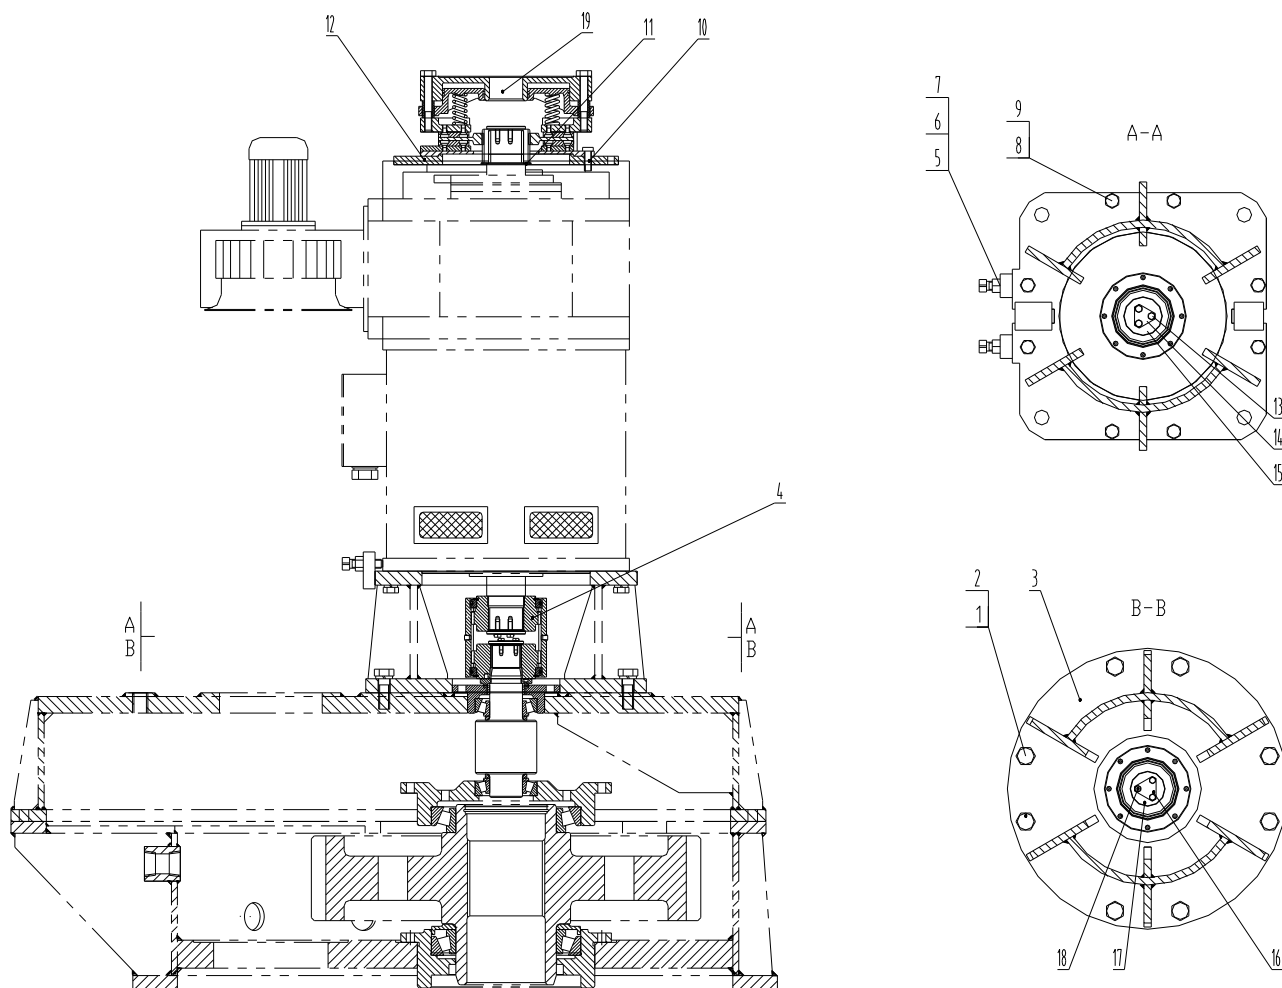

Рисунок 10-2. Монтаж электродвигателя
В системе поворота используется два частотно-управляемых двигателя переменного тока. Двигатель установлен на опоре, которая закреплена на корпусе редуктора. На каждом двигателе встроен охлаждающий вентилятор. Дисковые тормоза установлены на верхних валах двигателей (рис.10-2).
4. Установите и закрепите болт (8) и стопорную шайбу (9) (см. рис.10-2). Момент силы закручивания 500 Н*м.
6. Закрутите болт (5) (см. рисунок 10-2);